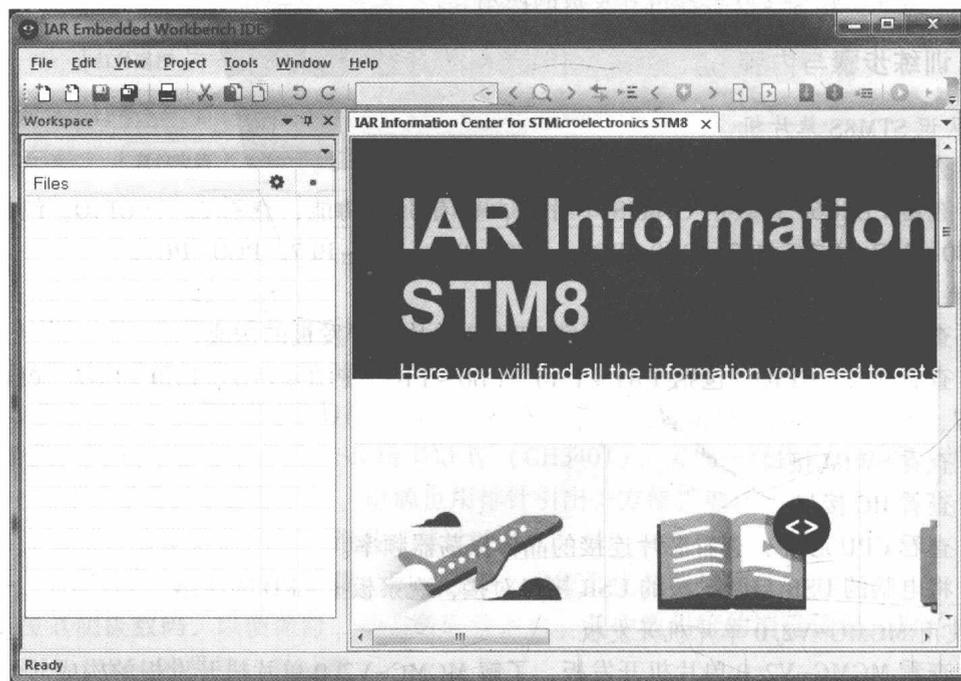

图 1-5 IAR 软件界面
- (1) 双击桌面 IAR 图标，启动 IAR 开发软件，启动后的 IAR 软件界面如图 1-5 所示。